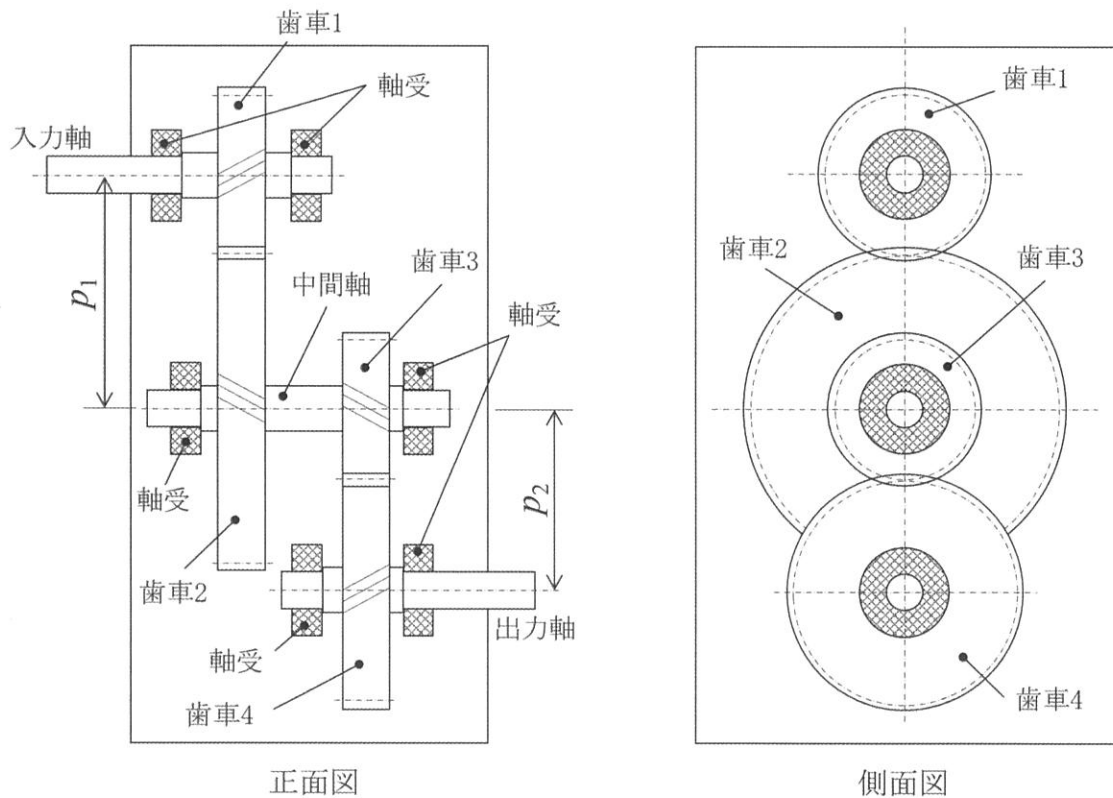

図 5
図 5 に示す歯車箱を考える。歯車箱は 4 個の歯車と、入力軸、中間軸、出力軸の 3 本の軸を有している。全ての軸は同じタイプの転がり軸受により支持されている。また入力トルクを T_i 、出力トルクを T_o 、歯車 1、歯車 2、歯車 3、歯車 4 の外径およびピッチ円直径をそれぞれ D_1, D_2, D_3, D_4 および d_1, d_2, d_3, d_4 、図 5 に示す歯車軸間の距離をそれぞれ p_1 および p_2 とする。
(3) 出力軸における振動や騒音を低減するため、全ての歯車をはすば歯車とする。はすば歯車が固定された軸を支持する図 5 中の軸受として、最も適切なものを下記から選択せよ。さらに、その理由を 50 字程度で述べよ。
(4) 出力トルク T_0 を求めよ。ただし、回転に伴うエネルギー損失は無視できるとする。